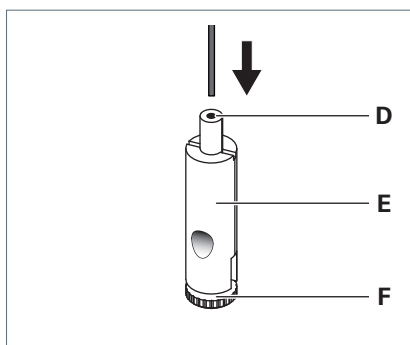

Fig. 11: Monter l'attache de câble.
- Faites passer le câble métallique à travers la douille de guidage **D** de l'attache de câble **E**, voir Fig. 11.